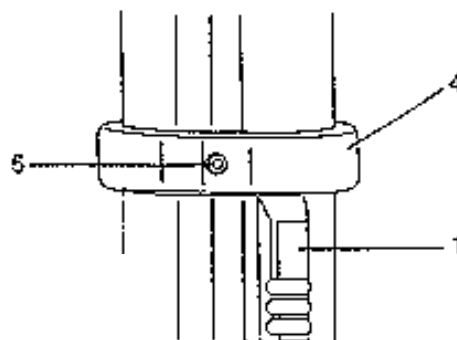
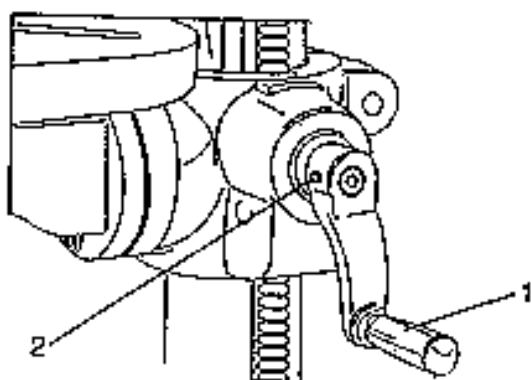

Fig. 6
Fig. 7
6. Mantenete il braccio di fissaggio e la cremagliera contro la colonna (fig. 6) e infilate sulla colonna l'anello (4) della cremagliera.
7. La cremagliera (1) entra sotto l'anello (4). Accertatevi che tra la cremagliera e l'anello ci sia giuoco sufficiente affinché la tavola potesse ruotare intorno alla colonna.
8. Serrate a fondo la vite di regolazione (5), per assicurare la posizione fissa dell'anello.
9. Montate l'impugnatura(1) e serrate a fondo la vite di regolazione (2). (fig. 7)